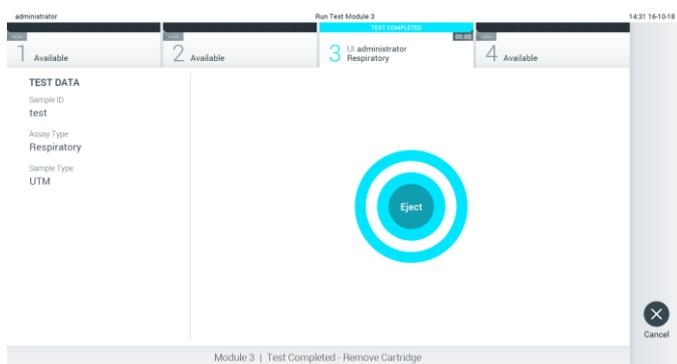

Abbildung 29: Anzeige des Bildschirms Eject (Auswerfen)
10. Nach Abschluss des Tests wird der Bildschirm Eject (Auswerfen) angezeigt (Abbildung 29). Drücken Sie auf dem Touchscreen auf  Eject (Auswerfen), um die QIAstat-Dx Assay-Kartusche zu entfernen, und entsorgen Sie sie als biogefährlichen Abfall in Übereinstimmung mit allen Bundes-, Landes- und kommunalen Gesundheits- und Sicherheitsvorschriften und Gesetzen.